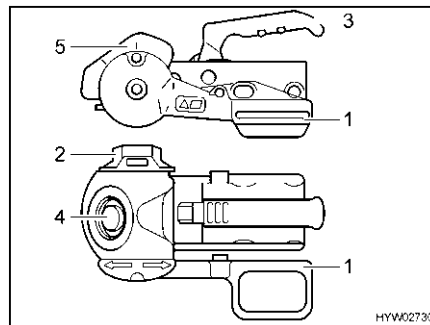

Bild 2 Säkerhetskoppling AKS 1300
- Ställ stabiliseringsstången (Bild 2,1) i det översta läget.
- Vrid ratten (Bild 2,2) moturs till stoppläget (till öppet-läget).
- Drag upp kopplingshandtaget (Bild 2,3).
- Gör en visuell kontroll: Säkerhetsindikatorns gröna cylinder (Bild 2,4) måste synas.
- Tryck stabiliseringsstången nedåt tills markeringen på stabiliseringsstången stämmer överens med markeringen på stabiliseringshuset (Bild 2,5).